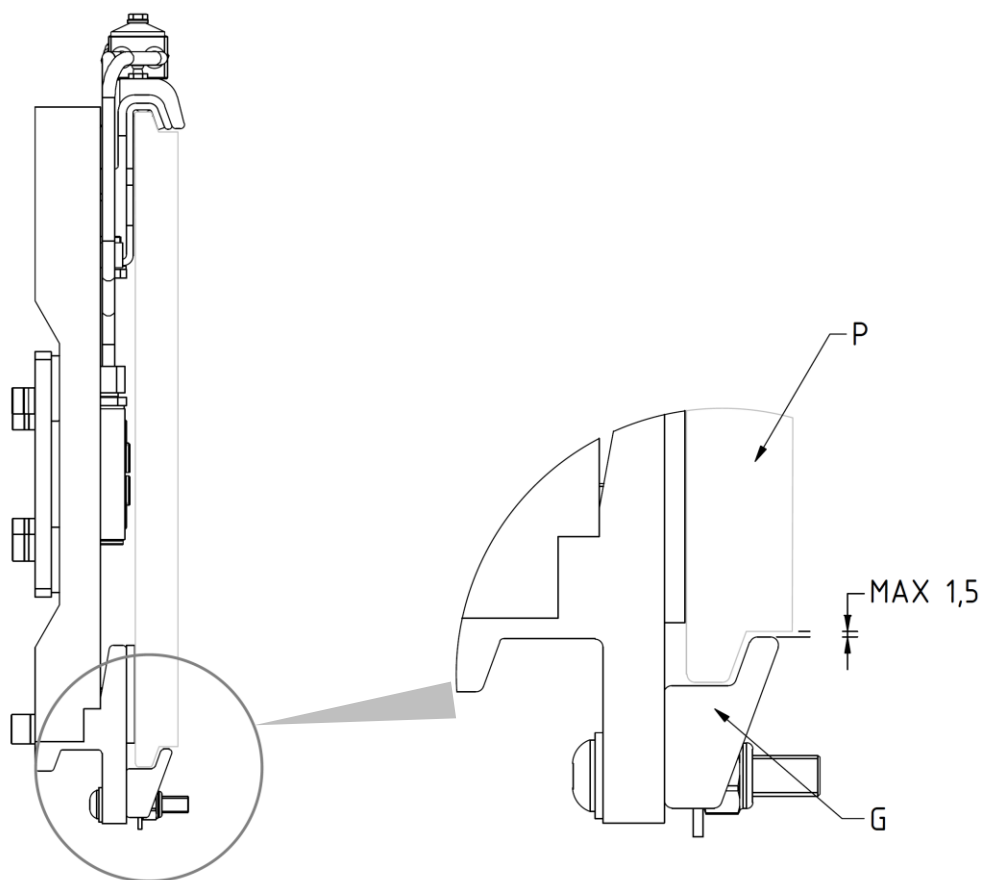
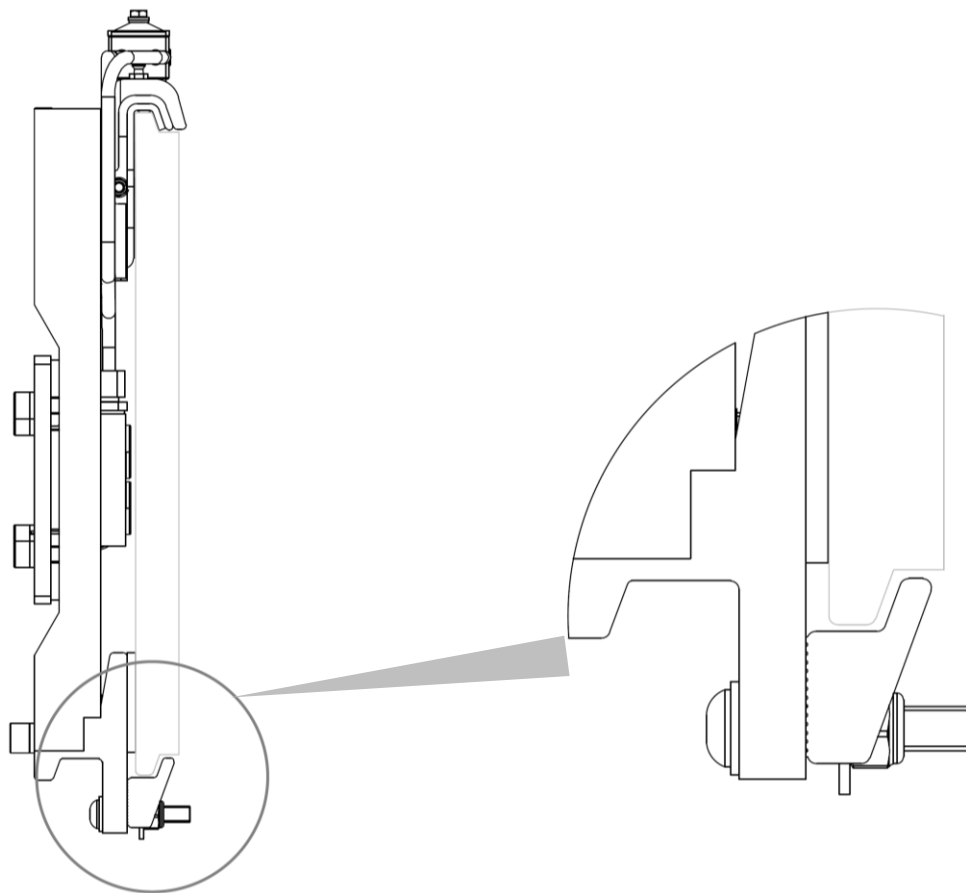

Abbildung 12
Abbildung 16
7. Schrauben Sie die 2 unteren Haken **G** wieder an, so dass sie unterhalb des Gabelträgers **P** befestigt werden (mit max. Spiel 1,5mm wie in der *Abbildung 12*); für das Anziehen bitte das in *Tabelle 5* angegebene Anzugsmoment beachten.
8. Schrauben Sie die 2 unteren Haken **G** wieder an, so dass sie unterhalb des Gabelträgers **P** befestigt werden (mit max. Spiel 1,5mm wie in der *Abbildung 16*); für das Anziehen bitte das in *Tabelle 6* angegebene Anzugsmoment beachten.
3. Überprüfen Sie das Spiel zwischen der Unterkante des Gabelträgers und den unteren Haken des Anbaugeräts und stellen Sie sicher, dass es den Angaben in *Abbildung 5* (auf S. 12), in *Abbildung 9* (auf S. 15), in *Abbildung 12* (auf S. 18) und in *Abbildung 16* (auf S. 21) entspricht. Arbeiten Sie gegebenenfalls daran, die Schrauben festzuziehen.